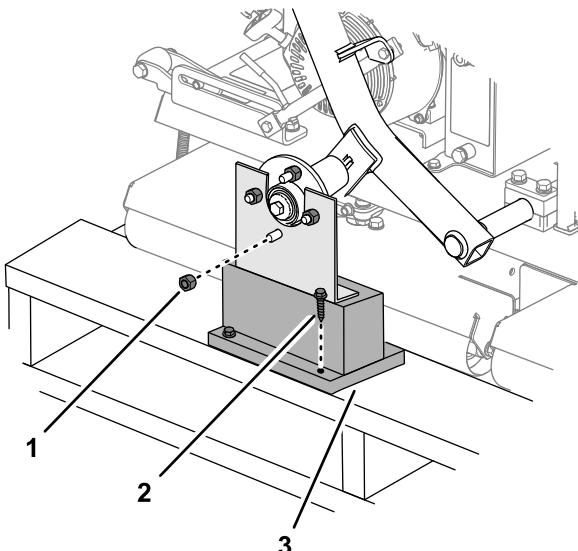

Рисунок 3
- Снимите зажимные гайки, крепящие ступицы колес к транспортировочным кронштейнам (Рисунок 3).
- Отверните другую зажимную гайку, навернутую на шпильку ступицы колеса (Рисунок 3).
- Отверните глухари, крепящие транспортировочные кронштейны к поддону, и снимите кронштейн (Рисунок 3).